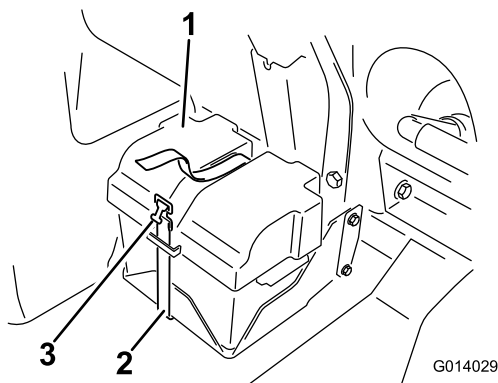

Figura 91
2. Retire la tapa de la batería y desconecte el cable negativo de tierra (negro) del borne de la batería (Figura 91).
4. Instale la tapa de la batería y sujétela con la correa que retiró anteriormente (Figura 91).